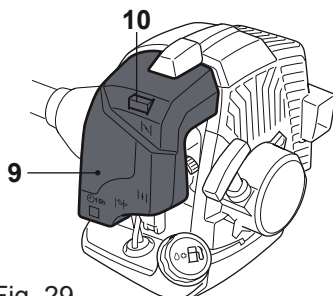

Fig. 29
- > Appuyez sur le loquet [10] et abaissez le couvercle [9] (fig. 29, 30).